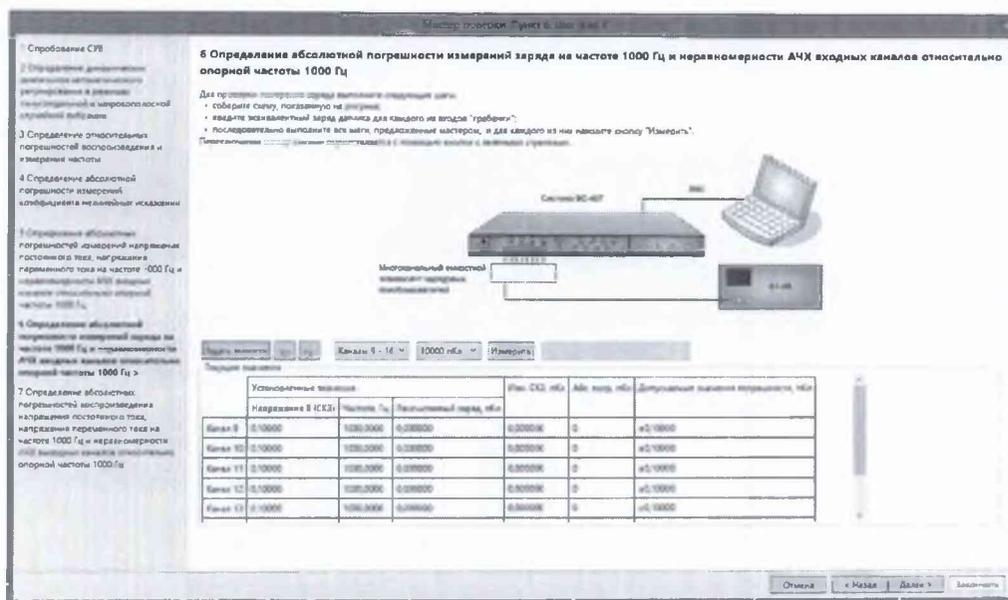

Рисунок 7.2.20
7.2.6.2 Собрать схему, изображенную в окне мастера поверки Рисунок 7.2.20. Выбрать в выпадающем списке над таблицей верхний предел измерений заряда (амплитудное значение) 10000 пКл.